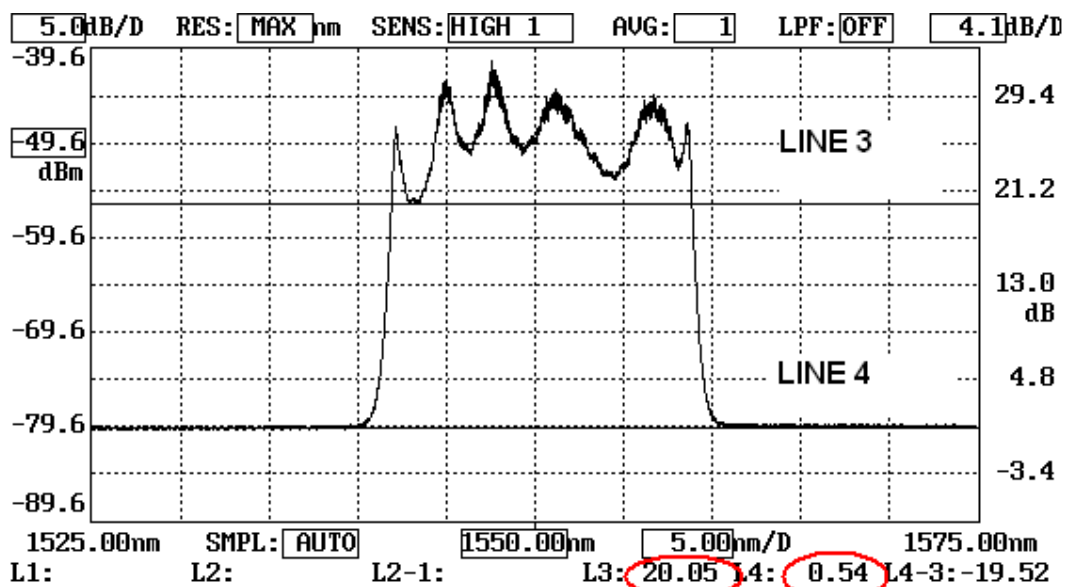

Рис. 3. Измерение изоляции оптического фильтра
- в меню “DISPLAY” – “MARKER” выставьте “LINE 4” на уровне, соответствующему вносимому затуханию на порту “Refl” (см. рис. 3)